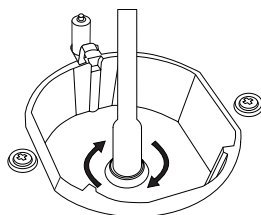

Figura 6
4. Remover o injetor rodando conforme mostrado na Figura 6 com a chave de fendas e substituí-lo por outro novo.